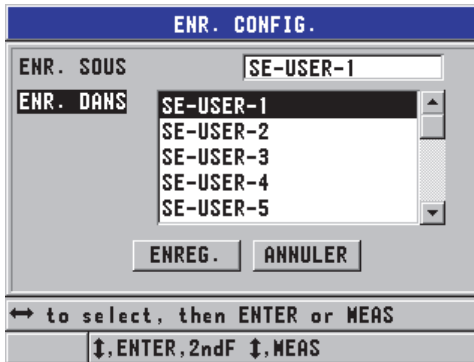

Figure 10-17 Enregistrement de configurations personnalisées
4. Dans l'écran **ENR. CONFIG.**, faites ce qui suit (voir la Figure 10-17 à la page 207) :